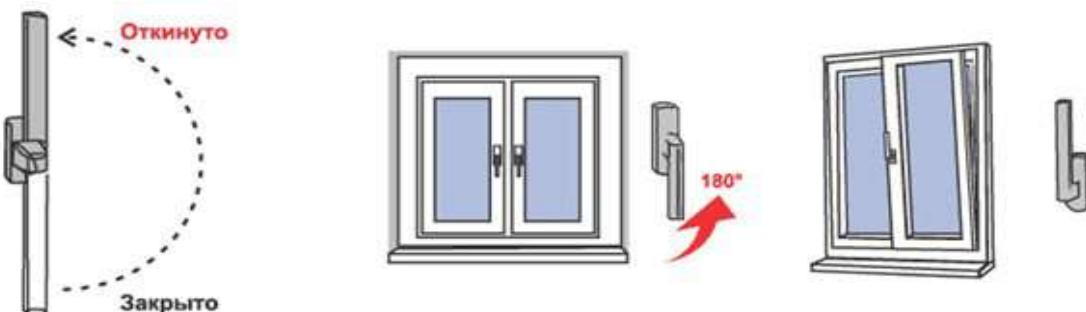

Рис. 2
2) Для перевода створки из закрытого положение в откидное, поворот створки Относительно нижней горизонтальной оси, (положение «Откинуто» на Рис.2) ручку поворачивают вертикально на 180 градусов вверх, затем, потянув за ручку, поворачивают створку относительно нижней горизонтальной оси на заданный изготовителем угол (не более 10 градусов) (**откидной режим**).
3) Для запирания створки из открытого или откидного положения ее сначала закрывают и, придерживая створку рукой, поворачивают ручку вертикально вниз (положение «Закрыто» на Рис. 2).